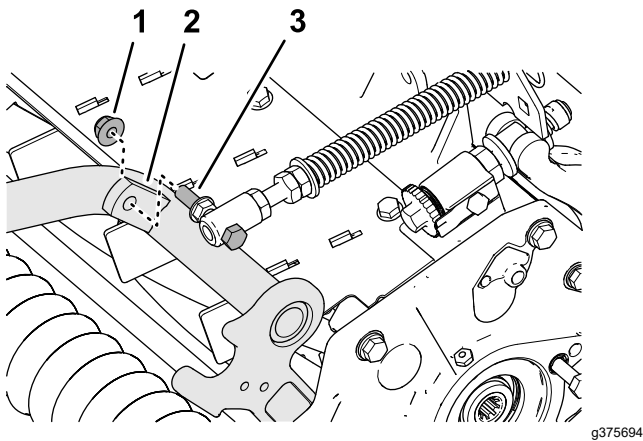

Bild 19
4. Montieren Sie die Kopfschraube der Rasenkompensierungsfeder an der rechten Lasche des Trägersrahmens (Bild 19) mit der Sicherungsbundmutter ($\frac{3}{8}$ ").